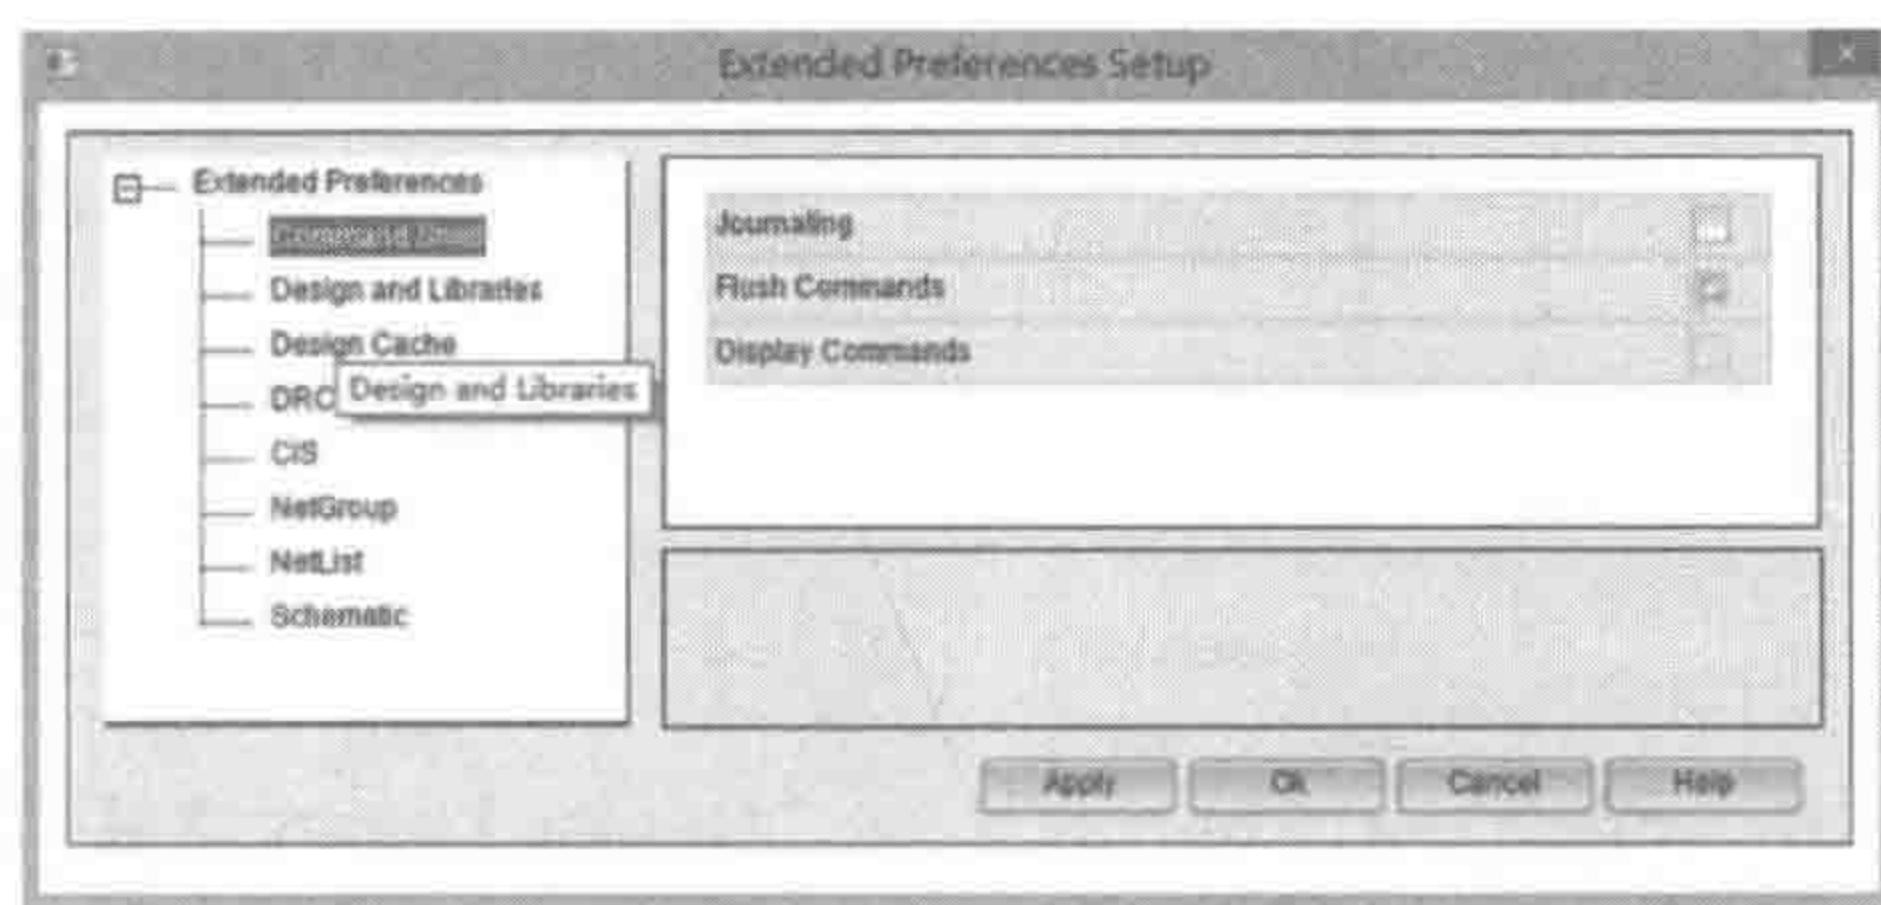

图 1-4-2 “Extended Preferences Setup”界面
**3) Extended Preferences Setup** OrCAD Capture 有更高级的使用环境设定，执行命令“Option”→“Preferences”→“More Preferences”进入设置界面，如图 1-4-2 所示。